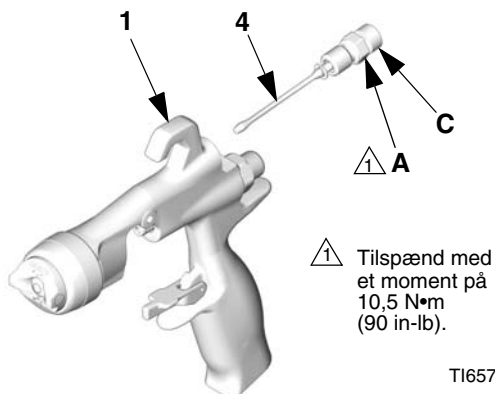

FIG. 34
2. Fjern blæserventilens pakningsomløber (A) fra bagsiden af pistolhuset (1). Skub blæserventilsamlingen (4) ud af pistolhuset. Se FIG. 34.
3. Før du monterer reserveblæserventilsamlingens (4) spredningsjusteringsventil (C) igen, skal du dreje den så langt mod uret, den kan komme for at forhindre beskadigelse af sædet (5c). Montér reserveblæserventilsamlingen i pistolhuset (1). Skru pakningsmøtrikken (A) ind i pistolhuset, og tilspænd til 10,5 N•m (90 in-lb).